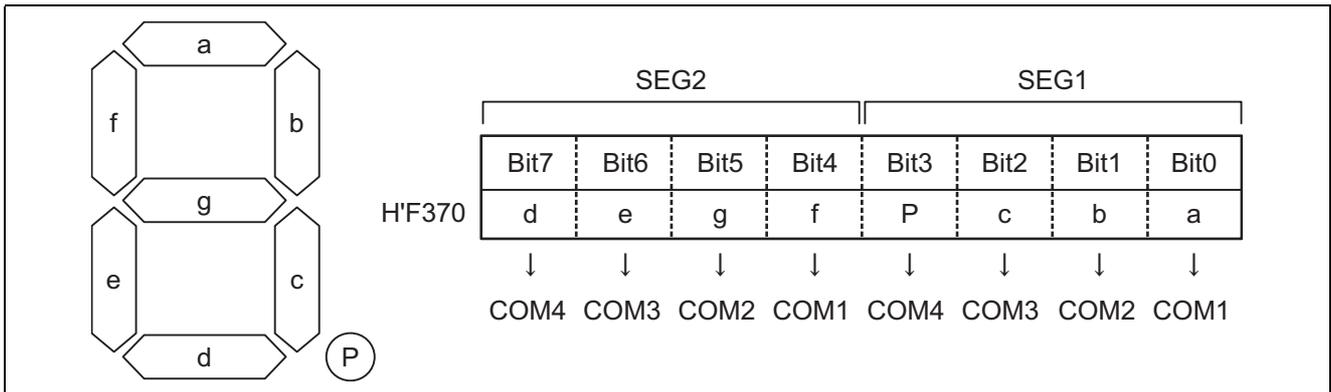

図 8 LCD の表示 / 非表示と対応する LCDRAM 設定値の関係
(6) LCD パネルの SEG1, SEG2 に対応する LCDRAM の関係を図 8 に示します。図 8 に示すように a~g, P に対応する LCDRAM のビットに"1"をセットすると LCD は表示, "0"にクリアすると LCD は非表示します。